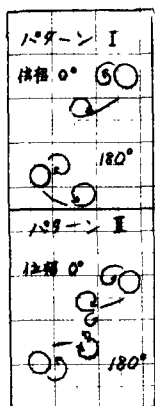
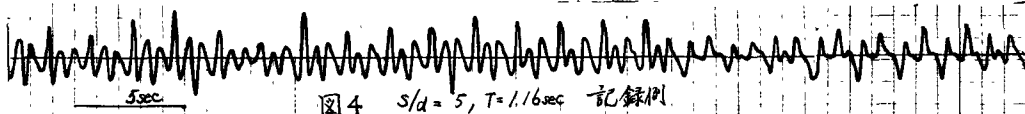

図5 渦の発生
図4 $s/d = 5$, $T = 1.16 \text{ sec}$ 記録例
③ うなり現象 同じ S/d でもパターンの変化する場合として $S/d = 5, T = 1.16 \text{ sec}$ の場合の図4に示されている。これは $1.5 < S/d < 4$ でよく出現する図5のⅠのパターンと $4 < S/d < 6$ でよく出現するⅡのパターンがあり、かつまたⅠ, Ⅱのパターンはそれぞれ上下逆、裏表逆の場合もあるので計4つのパターンが交互に現われる。その入れかわる時は瞬間的に変らばいで対称渦の発生するパターンを通過するのでこの時揚力は小さく零となる。図はⅠからⅡへ移、ている揚力である。